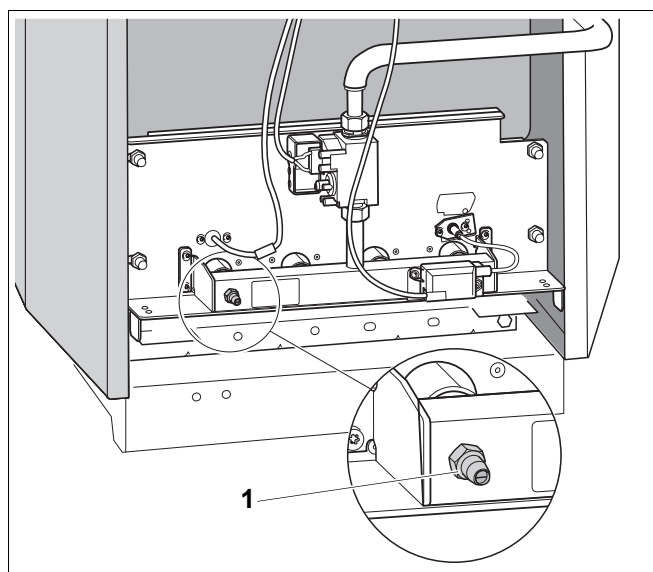

Fig. 44 Arzător cu gaz
- Se desfac cu două rotații șuruburile niplurilor de verificare de la țeava de distribuție a gazului (Fig. 44, Poz. 1).